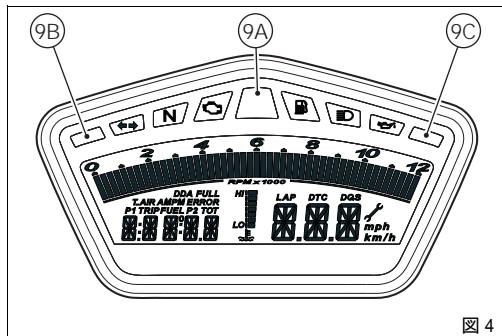

図 4
9) リミッターランプ - OVER REV (赤) (図 4)